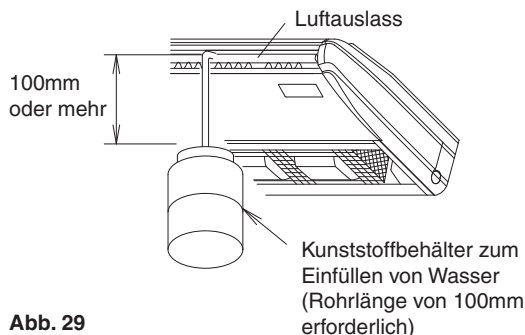

Abb. 29
- Zur Überprüfung des problemlosen Ablaufs nach und nach etwa 0,6 Liter Wasser vom Luftauslass her in die Ablaufwanne gießen. (Siehe **Abb. 29**)